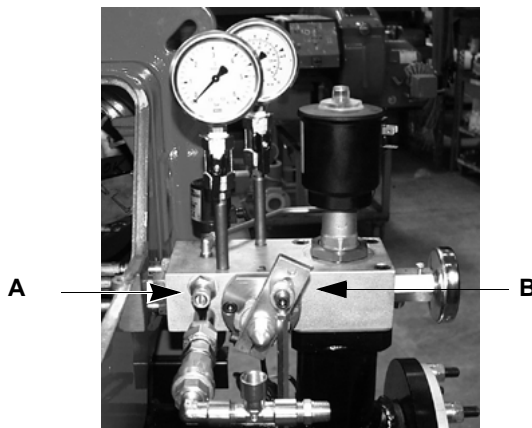

Fig. 16
- Smontare e pulire il regolatore dell'aria compressa, **A** in Fig. 16.
- Smontare e pulire il regolatore dell'olio, **B** in Fig. 16.